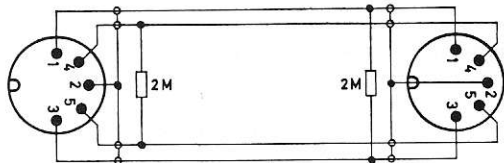

Abb. 17 Die Ton- und Überspielleitung
2. Die Ton- und Überspielleitung, nach Abbildung 17 gestaltet, ist Universal-Kupplung und Tonleitung in einem. Beim Vergleich werden Sie feststellen,